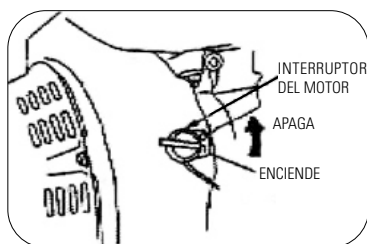

FIGURA 10.9
- Gire el interruptor del motor hacia la posición APAGADO. Figura 10.9